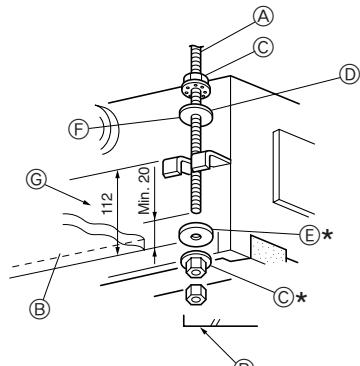

Fig. 2-7
- Unterlegscheiben ① ② (mitgeliefert) und die dazugehörigen Muttern (vor Ort zu beschaffen) zunächst auf die Aufhängungsschraubbolzen aufschrauben. (Fig. 2-7)
- * Dies muß in nachstehender Reihenfolge geschehen (von oben): Mutter, Unterlegscheibe mit Isolierung ②, Unterlegscheibe ohne Isolierung ①, 2 Muttern.
- * Unterlegscheibe mit Isolierung ② mit der isolierten Fläche nach unten zeigend, wie in der Abbildung dargestellt, in Stellung bringen.
- Die Anlage in die vorgesehene Stellung anheben und ordnungsgemäß mit den Aufhängungsschraubbolzen ausrichten. Die Klammer zwischen Unterlegscheiben ① ②, die bereits angebracht wurden, einsetzen und befestigen. Dies an allen vier Stellen vornehmen.